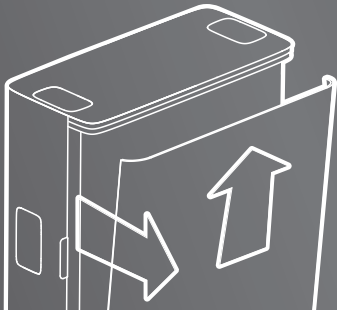

Рис. 6.
- углублений в верхней части корпуса потяните верхнюю часть панели горизонтально на себя — это освободит её от магнитного фиксатора, затем поднимите вверх, вынув из пазов в нижней части корпуса (рис. 6).